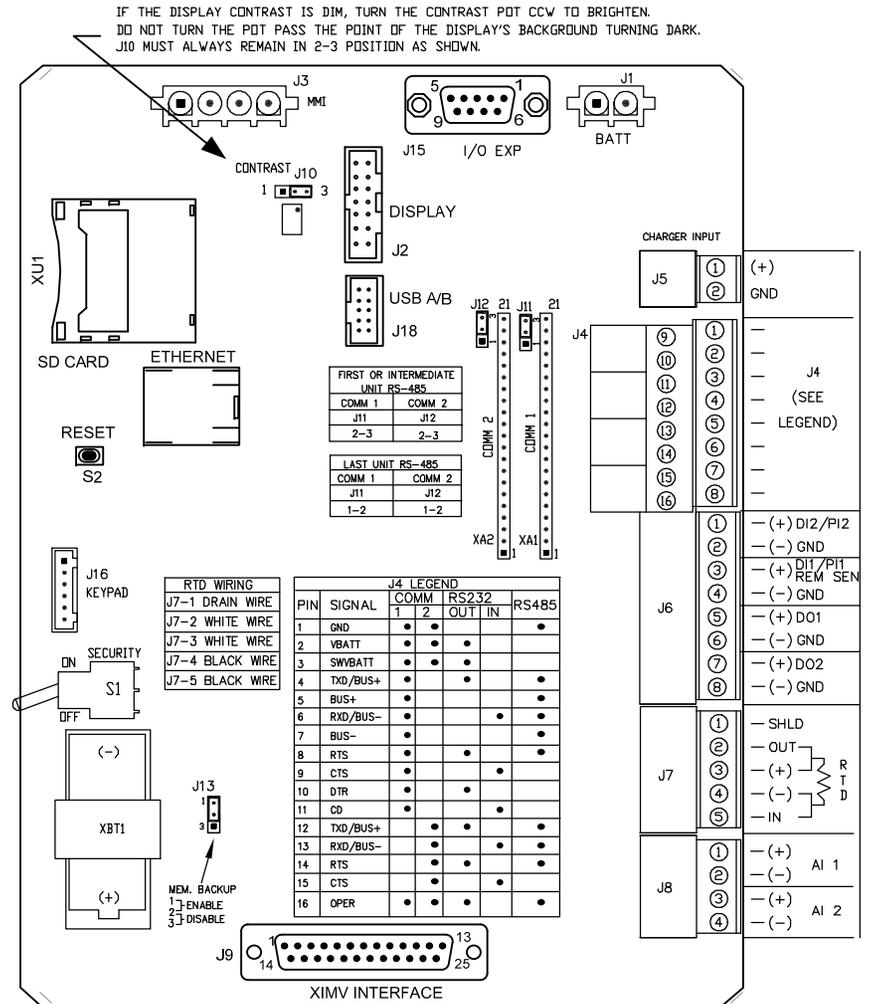

Figura 4 (Distribución de XFC^{G4})
8. Instale el RTD y conecte el cableado al bloque de conectores J7 en el tablero de XFC^{G4}. El tablero de XRC^{G4} no tiene entradas para el RTD. (Consulte la Figura 4).
9. Verifique que la *Copia de seguridad de memoria* esté *activada*. Se trata de J13 en XFC^{G4} (consulte la Figura 4) y de J1 en XRC^{G4} (consulte la Figura 5).
10. Instale y conecte la batería *completamente cargada* a J1 en el tablero de XFC^{G4} o a J16 en el tablero de XRC^{G4}. Los conectores están ubicados en la misma posición en ambos tableros. (Consulte la Figura 4 y la Figura 5).
5. Conecte la sonda del RTD al conector del RTD de XFC^{G4} de la siguiente manera: antes de realizar conexiones en el bloque de terminales, extraiga las orejetas de pala si están acopladas y recorte los extremos de los cables 0.6 cm (1/4"). Extraiga el bloque de terminales J7 del tablero electrónico principal de XFC^{G4}. (Consulte la Figura 4).
8. El cable de alimentación del panel solar se conecta a las terminales de entrada del cargador del bloque de terminales J5 de XFC^{G4} (consulte la Figura 4) o del bloque de terminales J17 de XRC^{G4} (consulte la Figura 5). Extraiga uno de los tapones para orificios e instale el conector de cable. Extraiga la tuerca, el anillo sellador y la eslinga de caucho del conector de cable. Deslice la tuerca, el anillo sellador y la eslinga sobre el cable e inserte dicho cable a través del cuerpo del conector de cable. Deje suficiente extensión de cable hasta la unidad para la conexión con las terminales +/- de entrada del cargador.